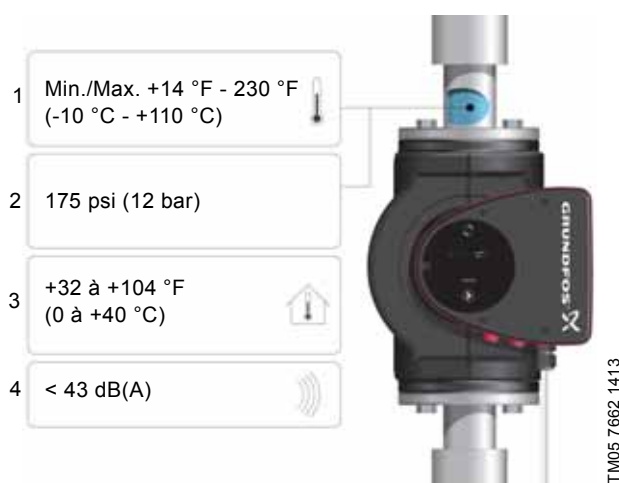

Fig. 2 Conditions de fonctionnement
Voir fig. 2, pos. 1.
Voir fig. 2, pos. 2.
Voir fig. 2, pos. 3.
Voir fig. 2, pos. 4.